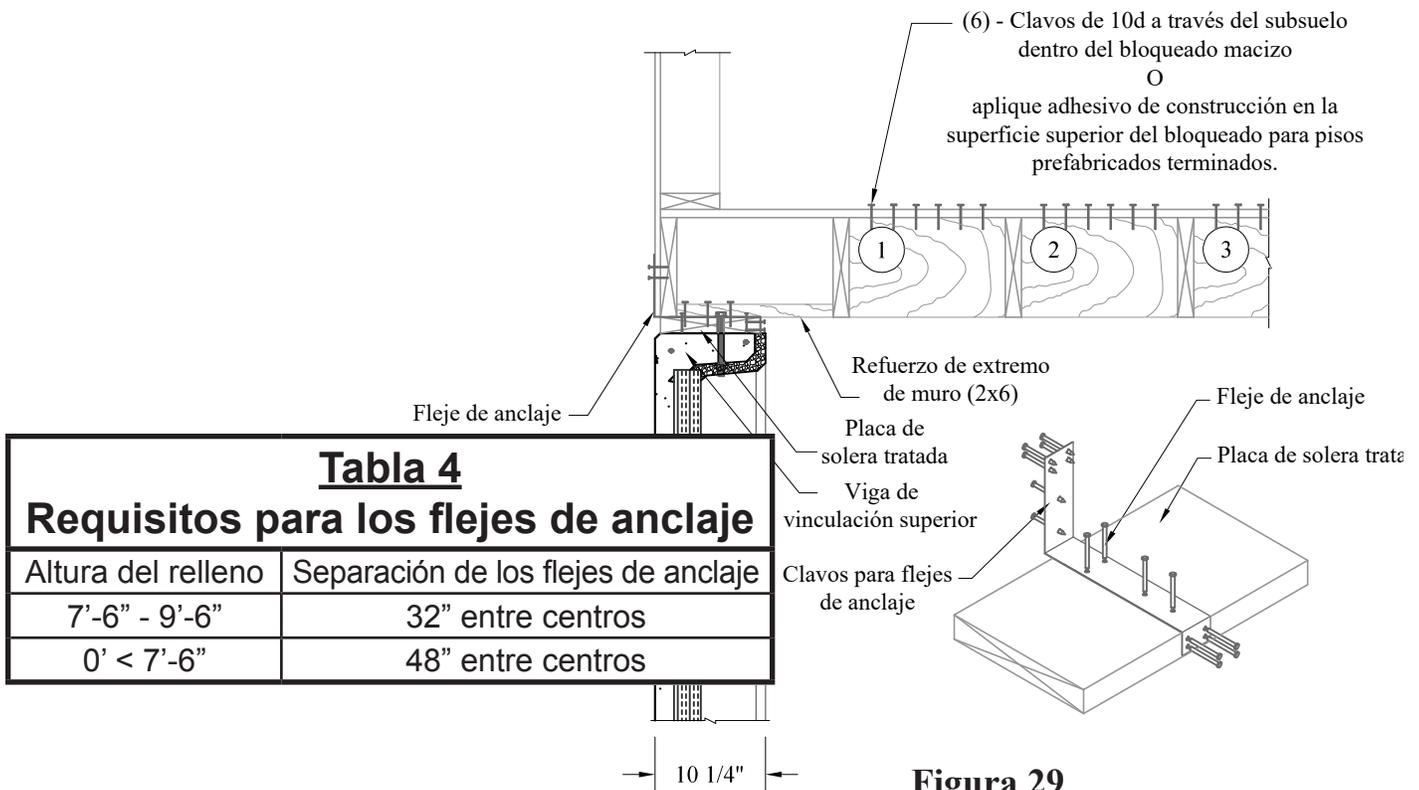

Figura 29
- Agregue un bloqueo macizo de acuerdo con la Tabla 3 en la página 27, como se muestra a continuación en la Figura 29.